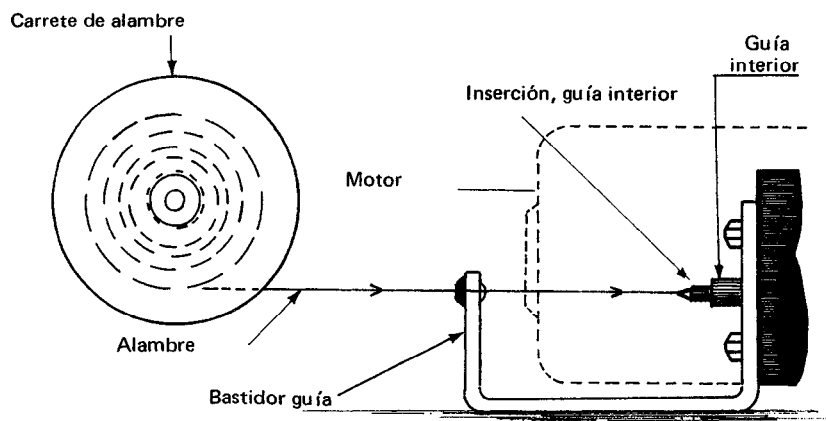

Figura 3.7
a) Introduzca el alambre a través de la guía (Figura 3.7).